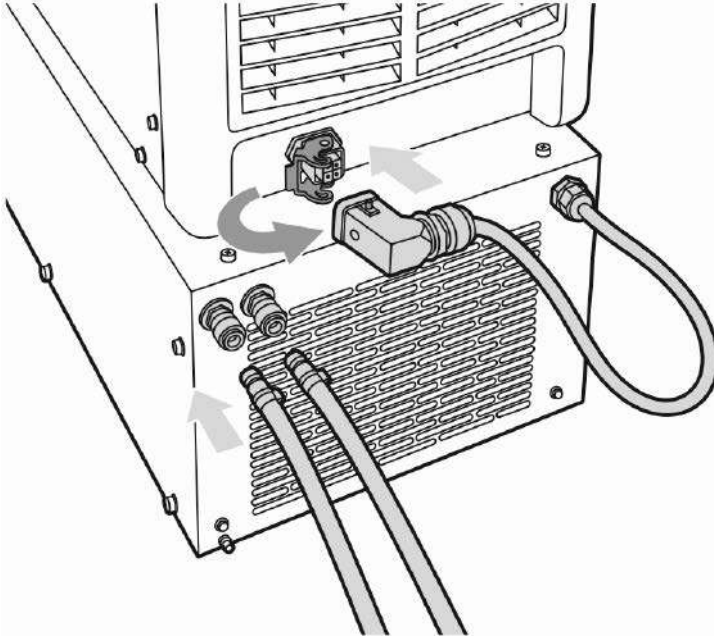

Рис. 8.3.2. Подключение кулера и магистрали охлаждения.
Подключение магистрали охлаждения осуществляется на задней панели источника (см. рис. 8.3.2).
**При подключении разъёма питания кулера не забудьте защёлкнуть скобу (см. рис. 8.3.2).**